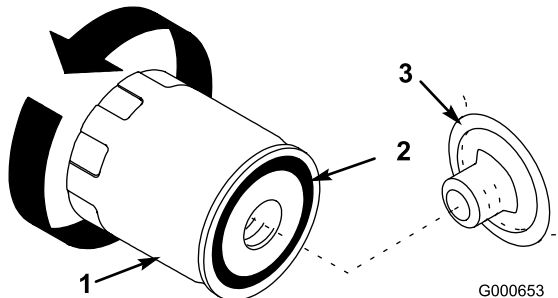

Figura 22
- Retire el filtro usado y limpie con un paño la superficie de la junta del adaptador del filtro (Figura 22).
- Aplique una capa fina de aceite nuevo a la junta de goma del filtro nuevo (Figura 22).
con el adaptador del filtro, luego apriete el filtro media vuelta más (Figura 22).